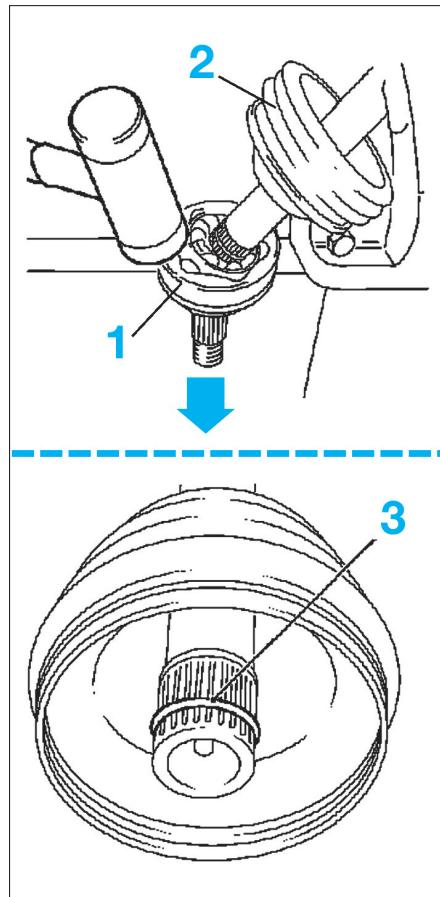

FIG. 4
- Sortir le joint homocinétique (1) des cannelures à l'aide d'un maillet (fig. 4).
- Retirer le soufflet (2).
- À l'aide d'une pince appropriée, écarter le circlips (3) et l'extraire du joint homocinétique.
- Monter un circlips neuf (3) dans sa gorge.